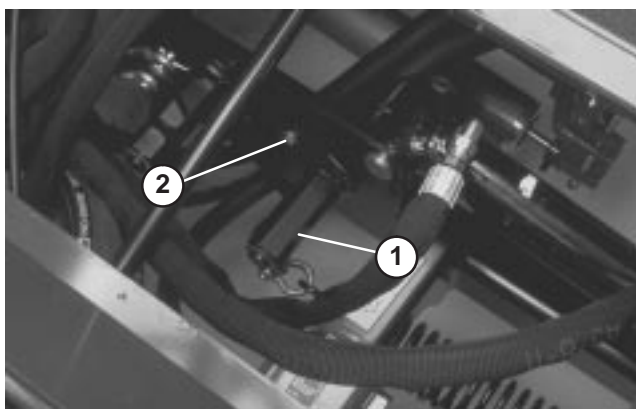

Figure 32
3. Placez une clé à fourche sur l'arbre hexagonal du support de ressort (Fig. 32).
4. Retirez la vis et le contre-écrou de fixation du support (Fig. 32) tout en tournant l'arbre hexagonal de manière à soulager la tension du ressort.